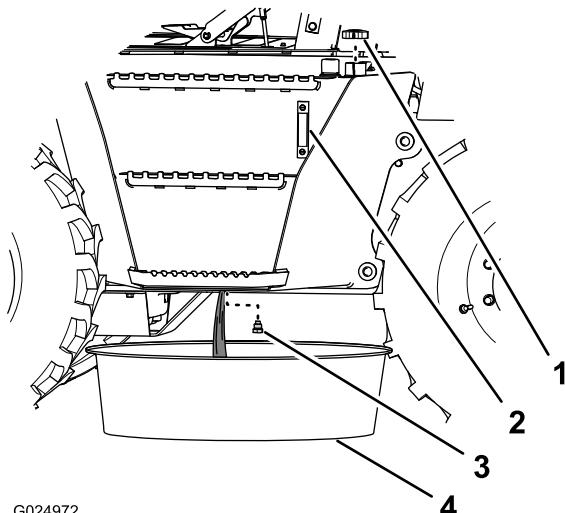

Figure 108
6. Placez un bac d'au moins 190 L (50 gal. américains) sous le bouchon de vidange du réservoir hydraulique (Figure 108).
7. Retirez le bouchon de vidange du réservoir hydraulique (situé sous le réservoir) et vidangez le réservoir (Figure 108).
9. Remettez le bouchon de vidange en place (Figure 108).